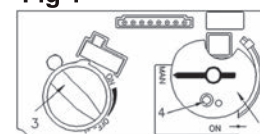

Fig 2
- Mettez le bouton MAN (2) en position ON; réglez le bouton d'admission du gaz (3) au réglage le plus bas (∩).
- Sur la télécommande, appuyez en même temps sur les boutons 'OFF' et  (grande flamme); un court signal sonore indique que l'allumage commence. D'autres signaux sonores indiquent que l'allumage est en cours. Quand la veilleuse est allumée, le bouton des flammes (3) tournera automatiquement au réglage le plus haut. Appuyez sur  (petite flamme) sur la télécommande pour réduire la hauteur des flammes.
4. **ALLUMAGE MANUEL** (fig. 2) : Avec la fenêtre enlevée, repérez la veilleuse (fig. 3) dans la boîte de foyer.
- Bouton MAN (2) en position MAN;
- Réglez le bouton du gaz (3) en position la plus basse (∩);
- Avec une pointe comme un stylo, pressez le centre métallique (4) pour établir l'apport de gaz à la veilleuse;
- Toujours en pressant le centre métallique (4), allumez la veilleuse (5) avec une allumette. Continuez de presser le centre métallique (4) pour environ 10 secondes; relâchez et la veilleuse restera allumée.
- Si la veilleuse ne reste pas allumée après plusieurs essais, tournez le bouton du gaz (3) à "OFF" (∩) et appelez votre agent de service ou votre fournisseur de gaz.
- Remplacez la fenêtre et mettez le bouton MAN (2) à ON; tournez le bouton du gaz (3) vers le haut (∩) le bas (∩) ou utilisez les boutons de flammes () () sur la télécommande pour les régler.